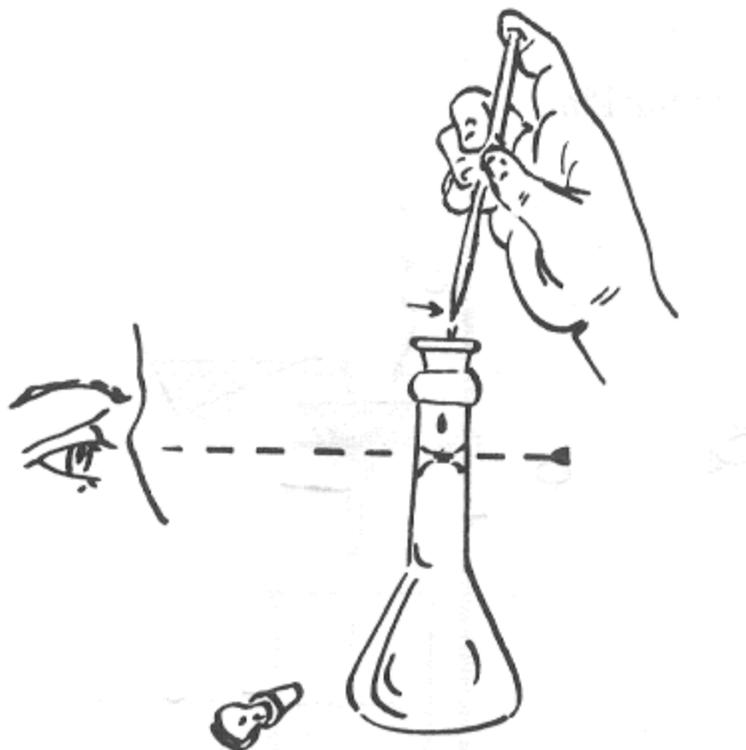

Figura 4.4
2.2.1 Colocar en un matraz aforado de 100 ml, agua destilada hasta el inicio del cuello y agregar cuidadosamente con una pipeta el agua necesaria hasta la línea de aforo. Verificando que la parte inferior del menisco coincida con la línea de aforo del matraz (ver figura 4.4).